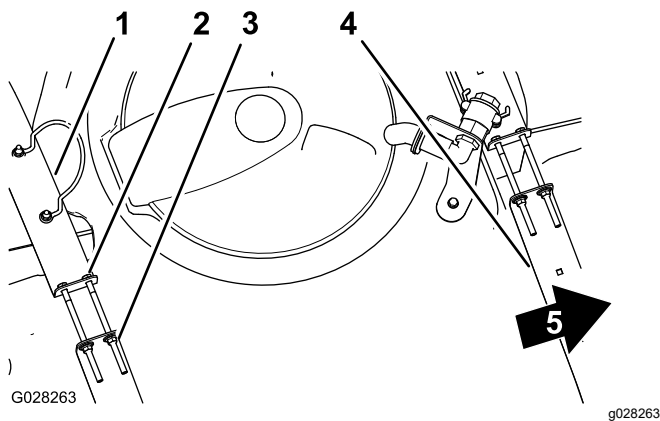

Figure 73
2. Vérifiez qu'il n'y a aucun jeu entre les sangles et la cuve (Figure 73).
- Si les sangles de la cuve ne sont pas assez serrées, resserrez les contre-écrous à embase et les boulons en haut des sangles jusqu'à ce que ces dernières soient parfaitement en appui sur la surface de la cuve (Figure 73).